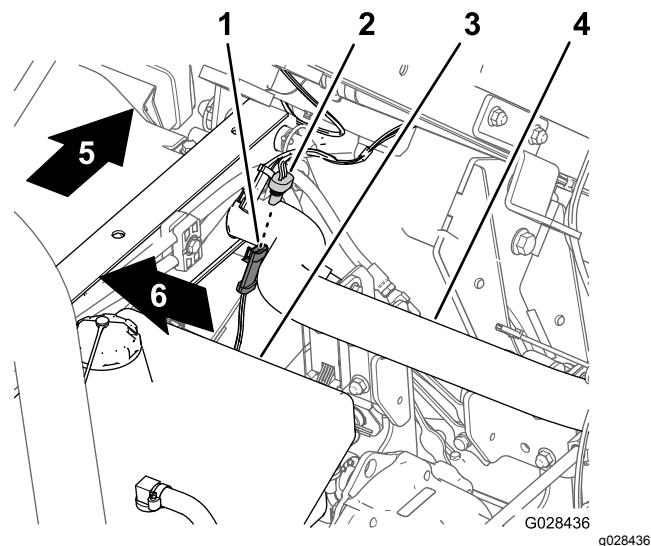

図 17
1. スプレーヤ用のワイヤハーネスの中から、速度センサー回路用の3ソケットコネクタを探し出す (図 17)。
2. 車両のトランスアクスルで、車両側の速度センサー用ワイヤハーネスの3ピンコネクタを、スプレーヤのハーネスの3ソケットコネクタに接続する 図 17。